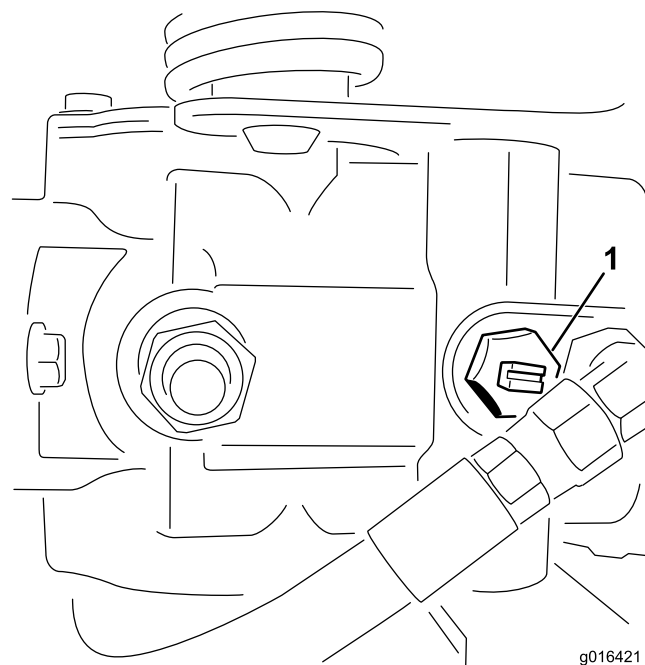

図 32
- エンジンを始動する前に、必ずバイパスバルブを閉じる (溝が横向きになる) (図 32)。
- 油圧ポンプについているバイパスバルブ (図 32) の溝が「縦」になるようにバルブを回転させる。